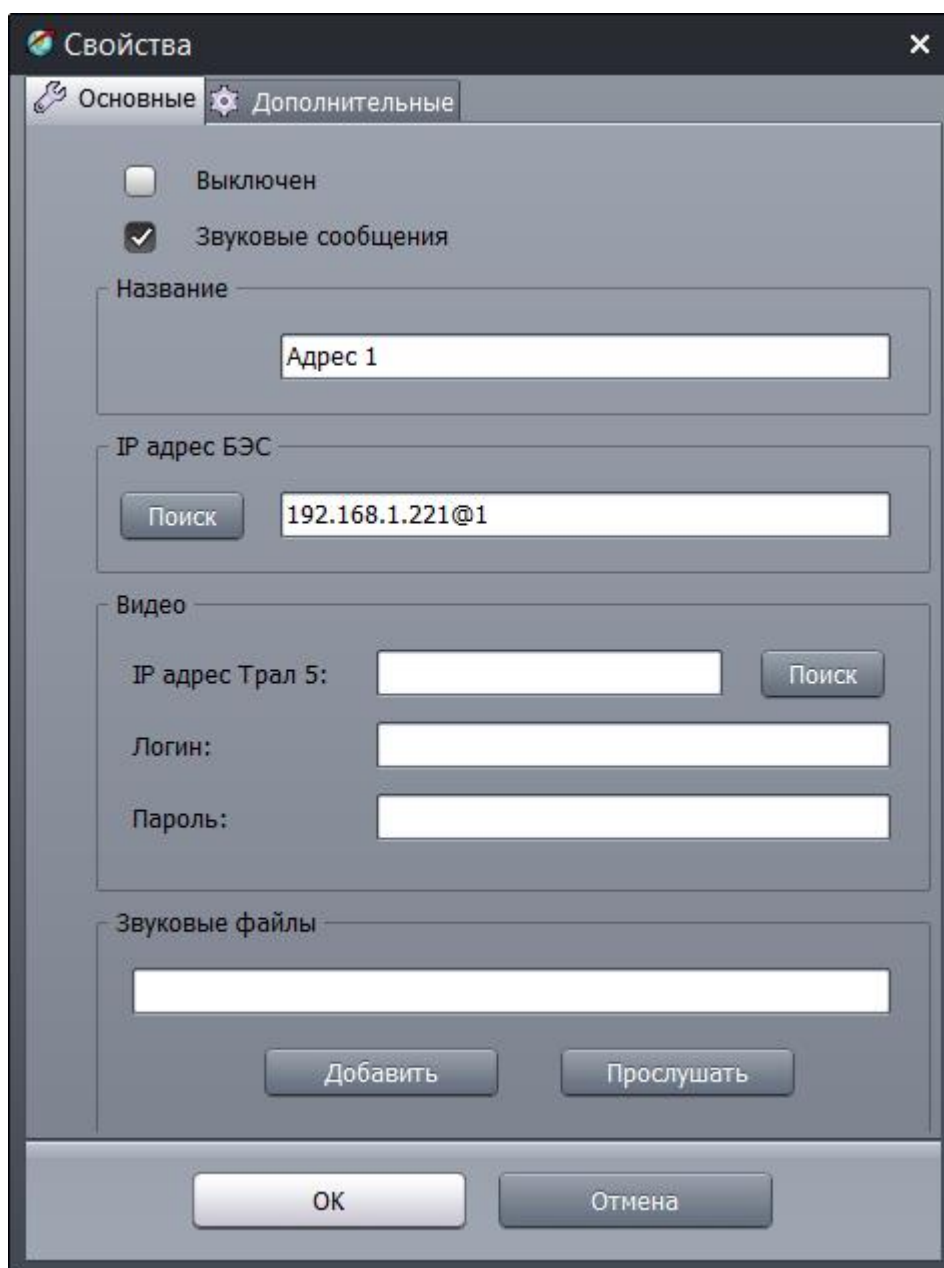

Рисунок 4 - Окно «Свойства» при настройке УЭС-ПВ
3. Настроить свойства объектов карты в соответствии с подключенными УЭС-ПВ в системе (рисунок 4).